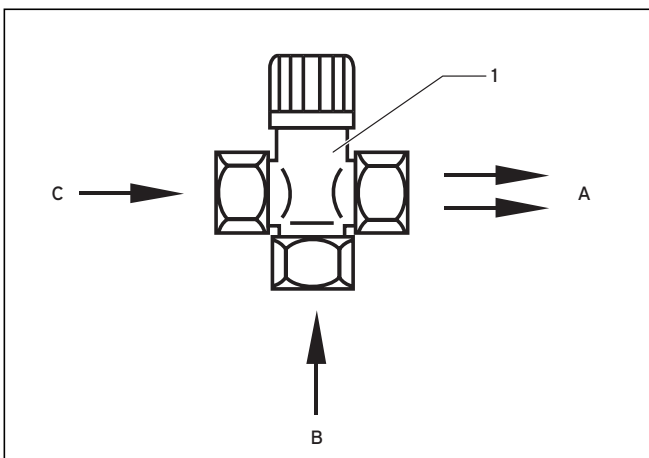

Fig. 6.4 Varmtvandstermostatblander
- Der beskyttes effektivt mod skoldning ved at montere en termostatblander som vist i Fig. 6.4.